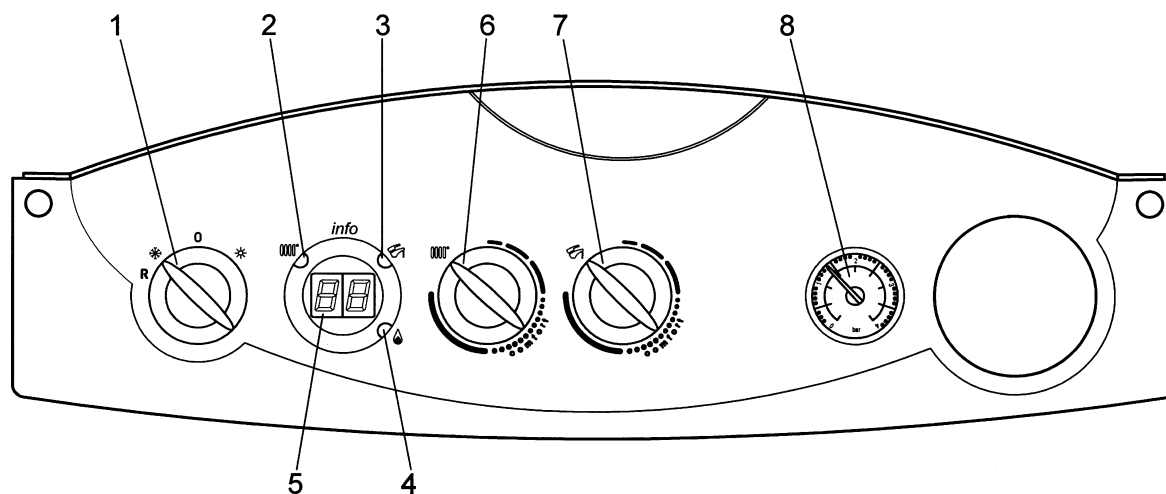

Figure 1
4. Remplissage de la chaudière Important: Vérifiez périodiquement que la pression lue sur le manomètre (8 - figure 1) lorsque l'installation est froide soit de 1 - 1,5 bar. En cas de surpression, manœuvrez le robinet de vidange de la chaudière. Si la pression est inférieure, manœuvrez le robinet de remplissage de la chaudière (figure 4a ou 4b).